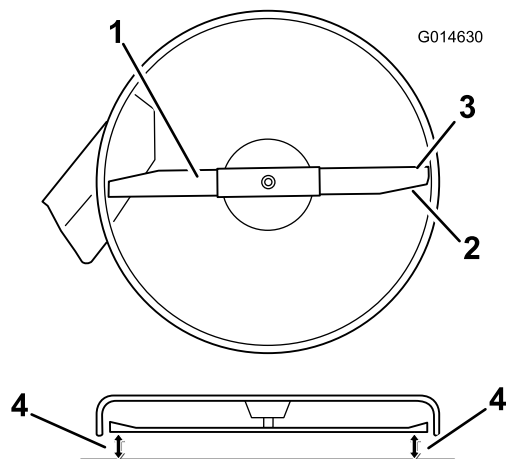
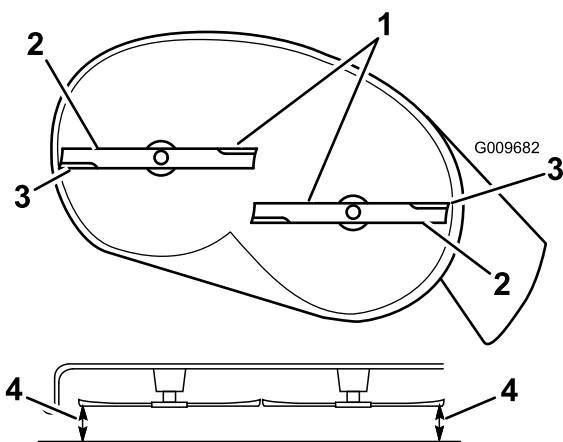

Figure 57
Figure 58
- Faites pivoter les lames avec précaution pour qu'elles soient toutes parallèles (Figure 57 et Figure 58).
- Mesurez la distance entre les tranchants extérieurs et la surface plane (Figure 57 et Figure 58). Si les deux mesures diffèrent de plus de 5 mm, un réglage s'impose. Poursuivez la procédure.